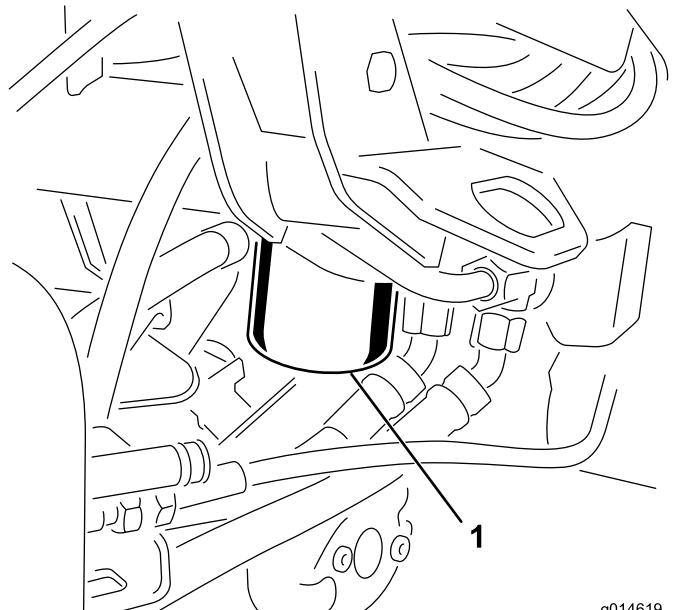

図 38
1. フィルタ容器の周辺をウェスできれいにぬぐう**図 38**。フィルタの下に廃油受けを置いてフィルタを外す。